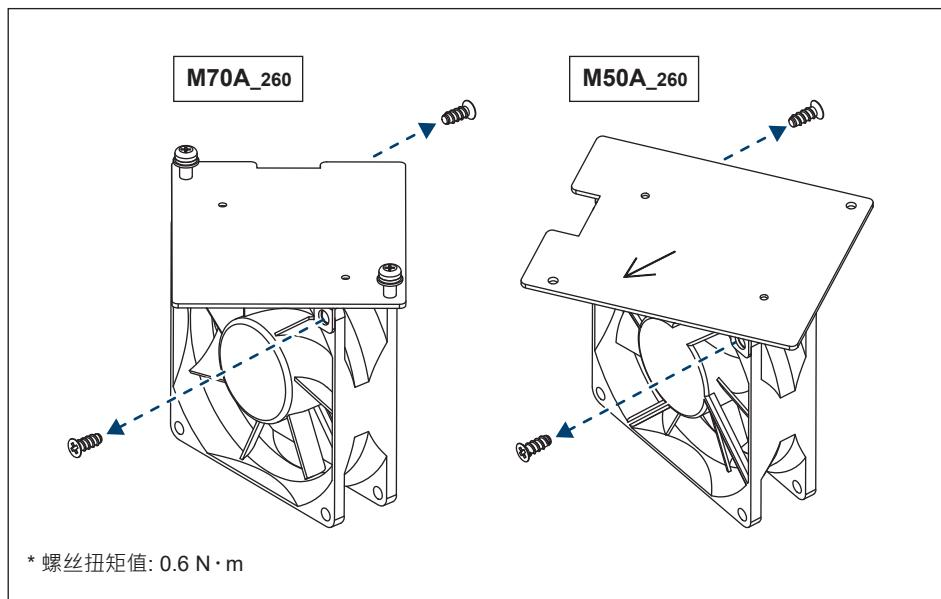

图 5-13 : 更换风扇示意图
- (5) 清洁风扇组件或更换新风扇。(如图5-13所示)
- (6) 使用0.8N·m的扭矩重新组装。